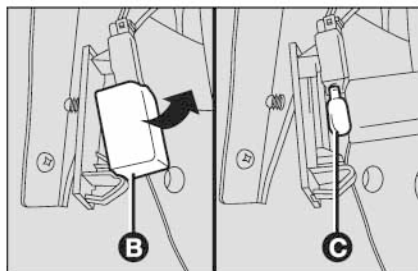

Рис. 36
- снимите крышку лампы **В** (рис. 36) и замените заземленную в патроне лампы **С**;